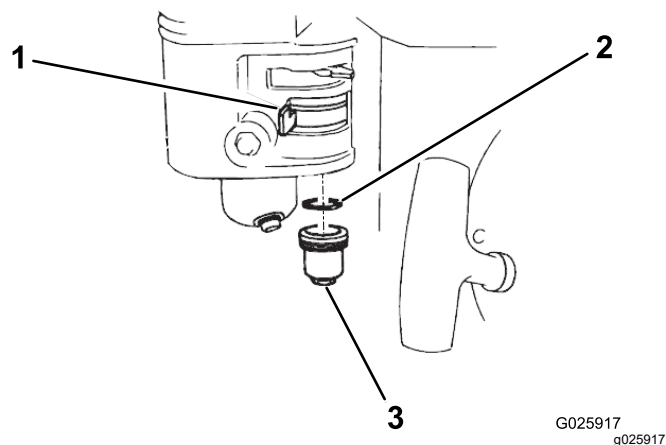

Figure 34
2. Tournez le robinet d'arrivée de carburant en position FERMÉE (Figure 34).
3. Déposez la cuvette de décantation de carburant et le joint torique (Figure 34).
6. Placez le joint torique dans le robinet d'arrivée de carburant et reposez la cuvette de décantation (Figure 34). Serrez solidement la cuvette de décantation.